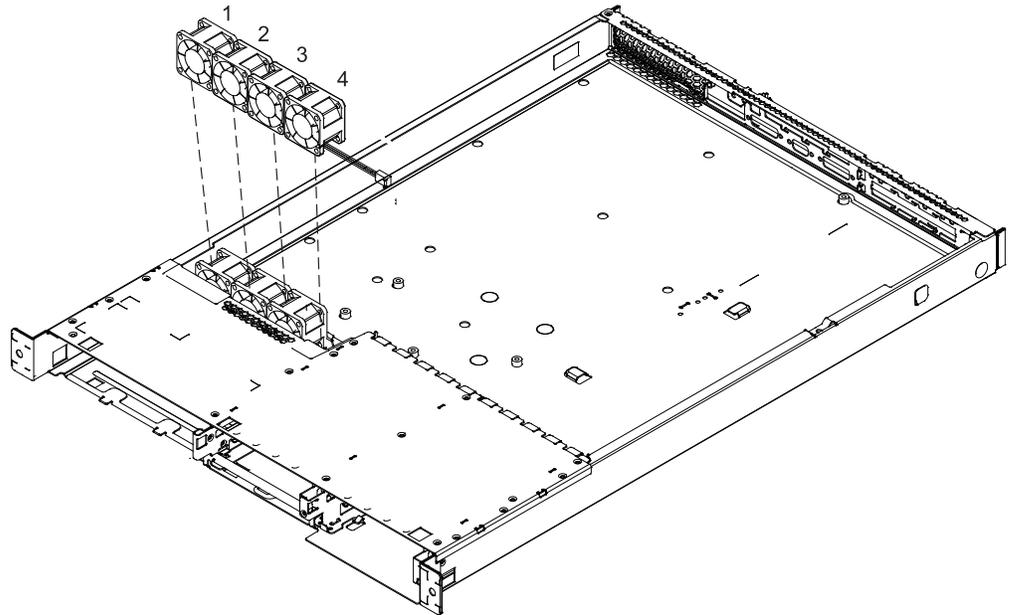

図 99. マイクロプロセッサ・ファンの取り外し
4. 図 99 を参照してください。
6. ファンには、左から右に 1 から 4 の番号が付いています。図 99 を参照。ファンを保持クリップから上方向に持ち上げます。